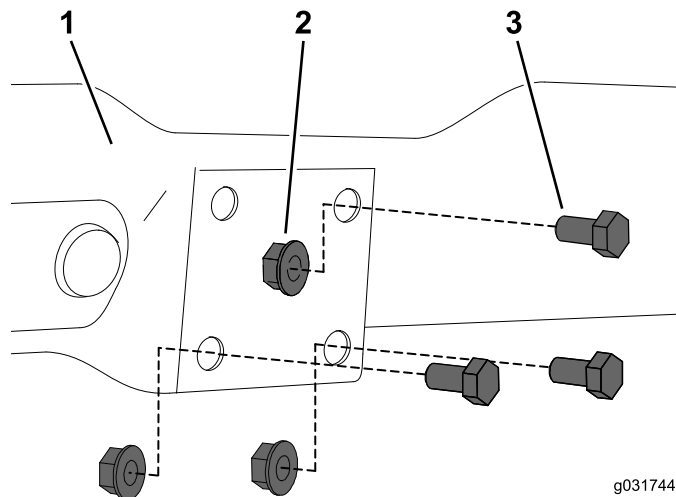

Рисунок 2
1. Выверните 3 болта с гайками, которые крепят приборную панель к передней раме (Рисунок 2).